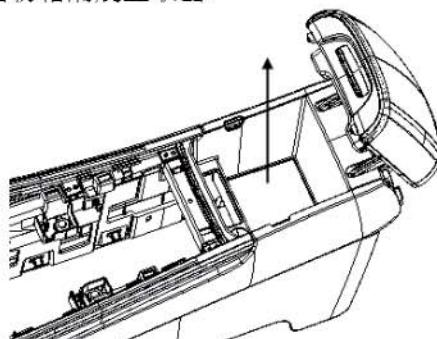

图 1-38 副仪表板扶手打开示意
(2) 打开扶手，使副仪表处于如图1-38所示状态。
(2) 用手抓住图1-38箭头所示位置，将副仪表板储物箱隔震垫取出。